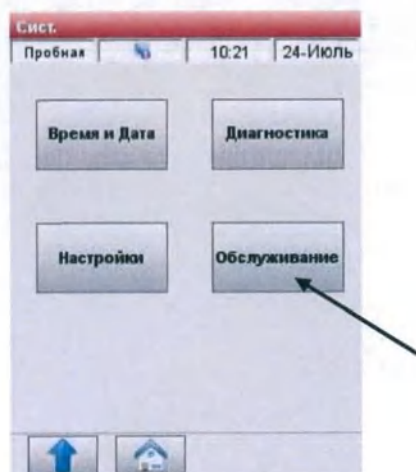

Рис.3-97 Меню обслуживание
1. На дисплее <Готов> выберите <Менеджер системы> и <Обслуживание> (Рис.3-97).